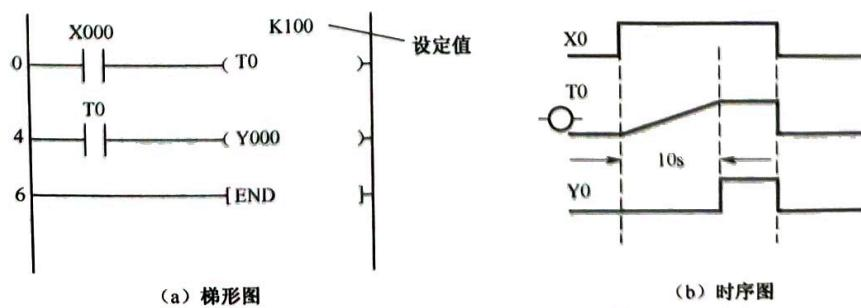

图3-42 定时器的指令形式和时序图
(1) PLC内的定时器是根据时钟脉冲的累积形式，将PLC内的1ms、10ms、100ms等时钟脉冲进行加法计数，当所计时间达到规定的设定值时，其常开触点闭合，常闭触点断开。
(2) 每个定时器只有一个输入，通用定时器线圈通电时，开始计时，断电时，自动复位，不保存中间数值。定时器有两个数据寄存器，一个为设定值寄存器（字元件），另一个是当前值寄存器（字元件），一个线圈以及无数个常开/常闭触点（位元件），这3个量使用同一地址编号。这些寄存器都是16位，定时器的定时值=设定值×时钟。定时器的设定值既可以用十进制常数K直接设定，也可以用以后讲到的数据寄存器D间接设定。定时器的指令形式和时序图如图3-42所示。
在图 3-42 中, 当定时器线圈 T0 的驱动输入 X0 接通时, T0 开始计时, 10s 后, 定时器 T0 的常开触点闭合, Y0 就有输出。当驱动输入 X0 断开或发生停电时, 定时器就复位, 输出触点也复位。